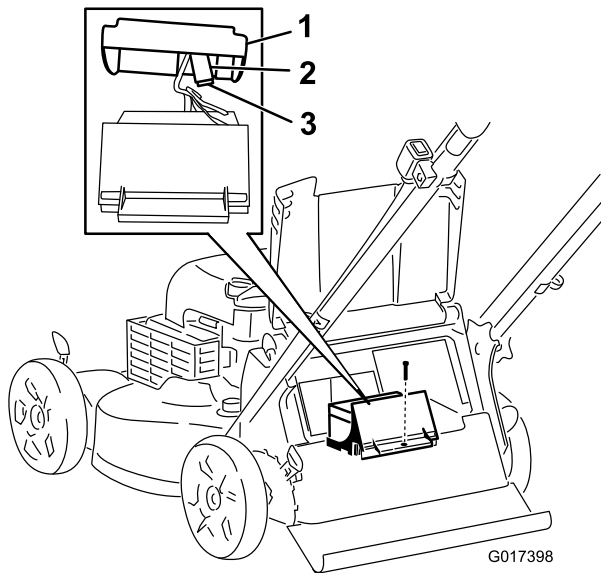

Figura 26
3. Retire el tornillo que sujeta el compartimento de la batería, tire de la batería hacia fuera y localice el fusible (Figura 26).
4. Cambie el fusible del portafusibles (Figura 26).